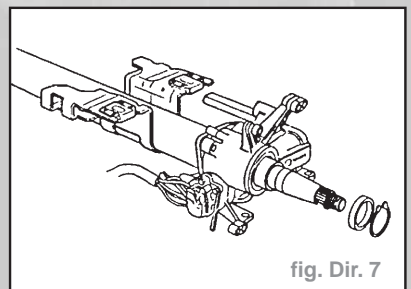

fig. Dir. 7
- Déposer le circlip et la douille, retirer l'arbre de la colonne (fig. Dir. 7).
- Reposer l'arbre et l'ensemble d'accouplement, rondelle et circlip sur colonne (fig. Dir. 7).